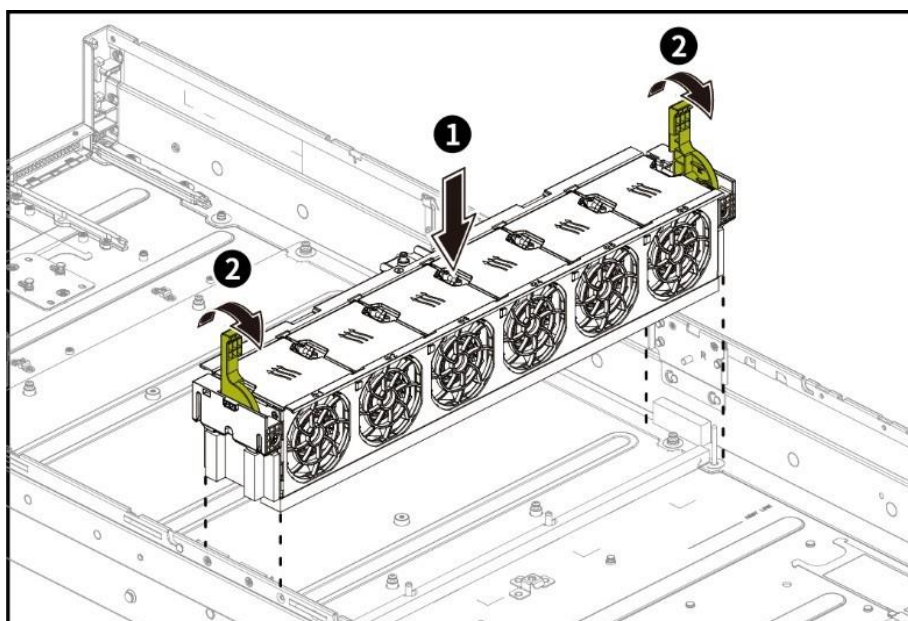

Рисунок 40 – Установка блока вентиляторов
- Поместите блок вентиляторов вертикально в слоты с обеих сторон корпуса. Затем опустите фиксаторы с обеих сторон блока вентиляторов (см. рисунок 40).